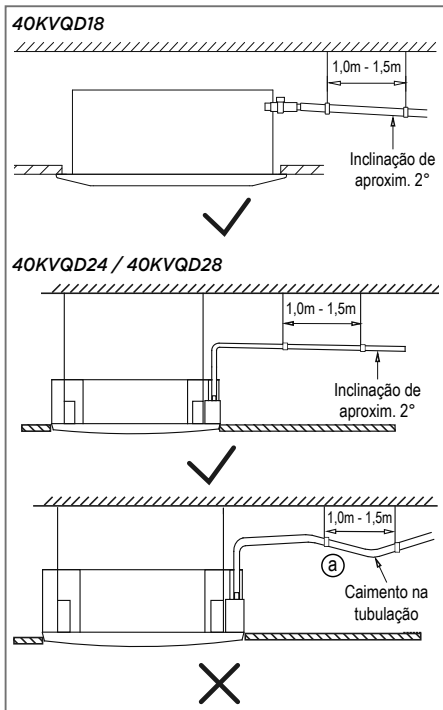

FIG. 32
- A tubulação de drenagem deve ter uma inclinação no sentido descendente de aproximadamente 2° para evitar que a água retorne à unidade (Fig. 32).
- Para evitar que a tubulação tenha caimentos (Detalhe "a" no exemplo da Fig. 32) utilize fios/cabos suspensos a cada intervalo de 1,0 metros - 1,5 metros.